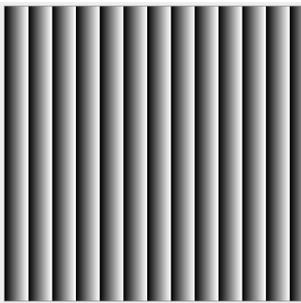

图 5-10
- 水平灰度渐变: 如图 5-10 所示, 预览为水平方向的静止灰度渐变图;